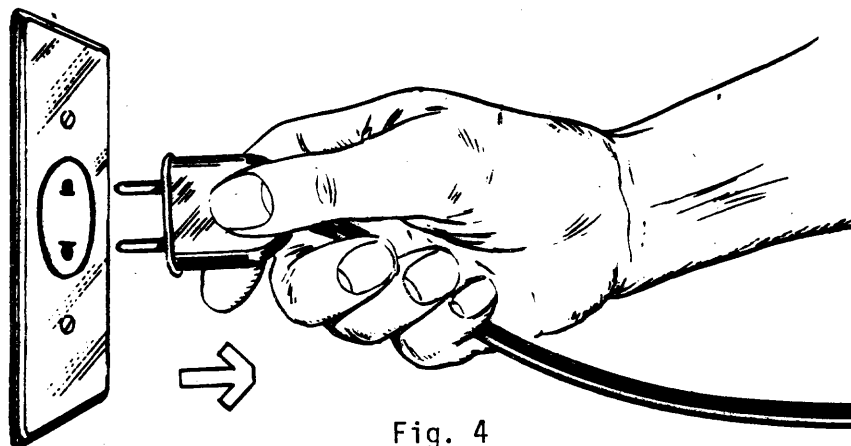

Fig. 4
*NUNCA RETIRE EL ENCHUFE TIRANDO POR EL HILO (fig. 4).*